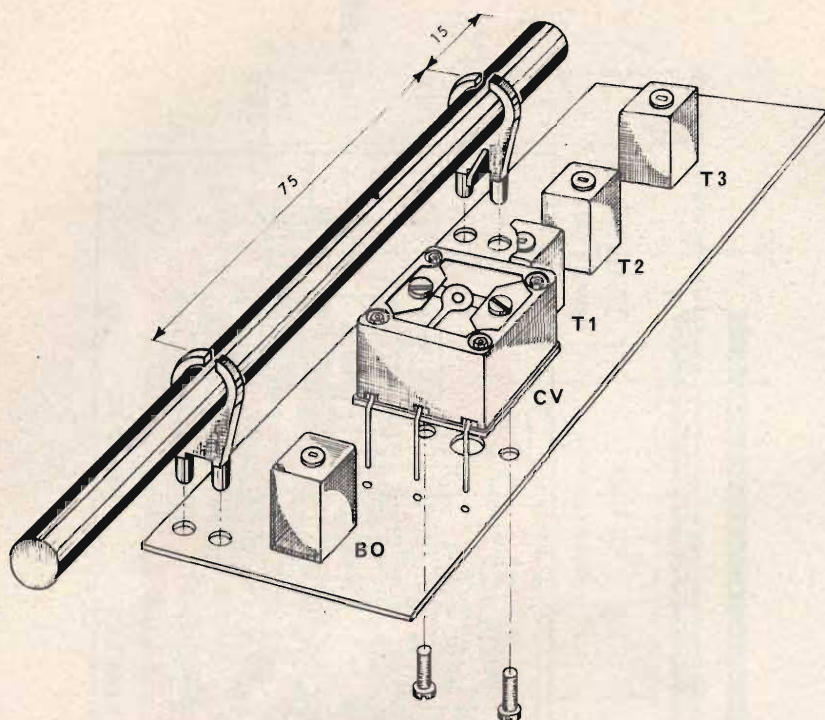

Fig. 3 - Montaggio della ferrite.
- Montare sul nucleo di ferroxcube i due supporti alla distanza indicata in fig. 3 e inserire i loro terminali nei rispettivi fori del circuito stampato. Scaldare con il saldatore questi terminali fino a formarne una testa di diametro tale da non permetterne la fuoriuscita dal circuito stampato.